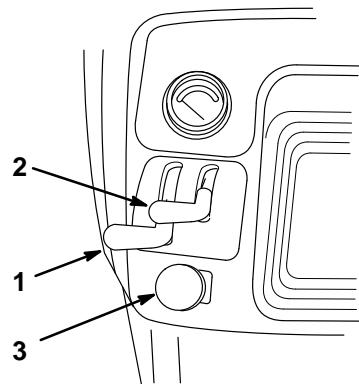

Figure 12
3. Pousser le bouton de prise de force (PDF) en position d'arrêt (OFF) (Fig. 12).
4. Mettre la manette de starter en position engagée (si le moteur est froid) (Fig. 12).
5. Mettre la manette des gaz à mi-chemin vers la position RAPIDE (Fig. 12).
7. Lorsque le moteur a démarré, ramener lentement la manette de starter en position dégagée (Fig. 12). Si le moteur hésite ou cale, ramener la manette de starter en position engagée durant quelques secondes. Mettre ensuite la manette des gaz dans la position souhaitée.
1. Mettre la manette des gaz en position LENT (Fig. 12).